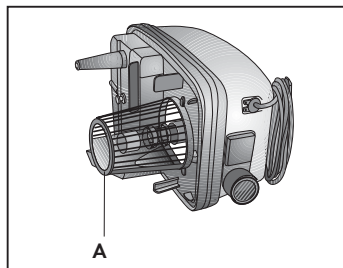

Fig. 24
- Vider le réservoir de récupération (2).
- Activer la fonction d'aspiration avec la touche (19) et aspirer l'eau avec les accessoires précédemment utilisés pour le nettoyage.
- Vider le réservoir de récupération (2) et répéter l'opération, s'il y a lieu.
Chaque fois que vous nettoyez la partie inférieure de l'appareil, nettoyer aussi le filtre (A) dans la partie extérieure de tout résidu solide éventuel (Fig. 24).